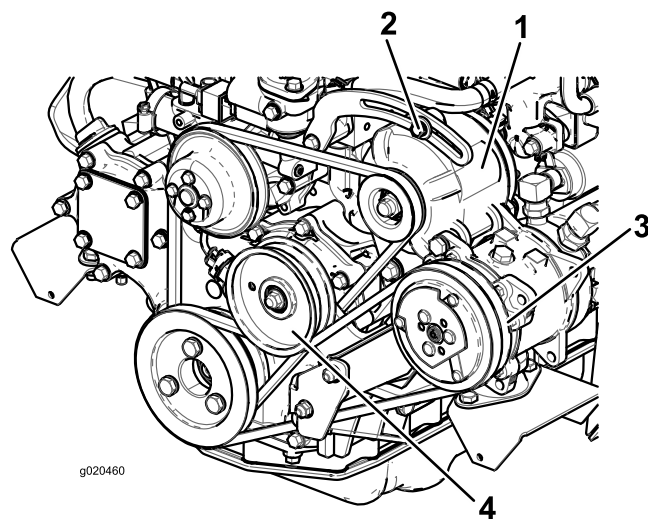

Figura 100
Se a deslocação obtida não for igual a 10 mm, deve desapertar os parafusos de montagem do alternador (Figura 100).
2. Se o desvio obtido não for igual a 10 mm, deverá libertar o parafuso de montagem da polia intermédia (Figura 100).